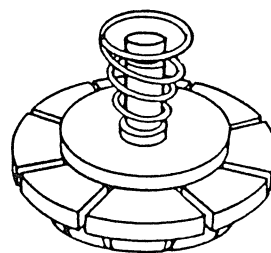

FIGURE 6
5. Enlever le moyeu de centrage (figure 6) ; enlever le ressort et la rondelle du moyeu. (Enlever le ressort avec soin, ne pas l'étirer.)